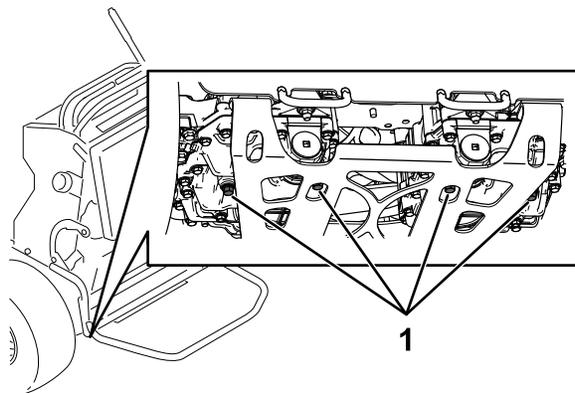

Figura 80
3. Localize os tampões de escoamento na parte inferior da transmissão e coloque um recipiente de escoamento debaixo do tampão (Figura 80).